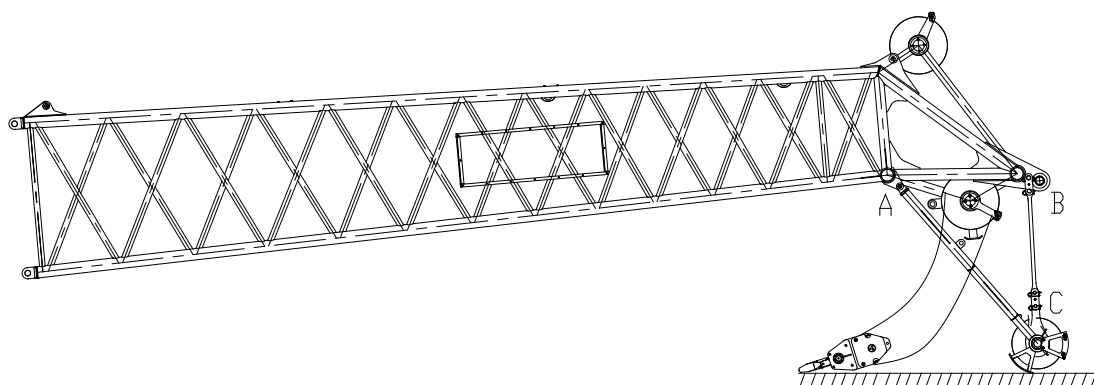

Рисунок 5-20
- (2) При помощи вспомогательного монтажного крана подвести одношкивный гусек к оголовку стрелы и состыковать в соединении “А” и зафиксировать пальцем с пружинным зажимом.
- (3) Опустить одношкивный гусек на площадку.
- (4) Соединить штанги со стрелой пальцами в соединении “В”. Зафиксировать пружинными зажимами. Приподнять стрелу, соединить оголовок стрелы с одношкивным жестким гуськом пальцем в соединении “С” и зафиксировать пружинными зажимами. (см. рисунок 5-20)